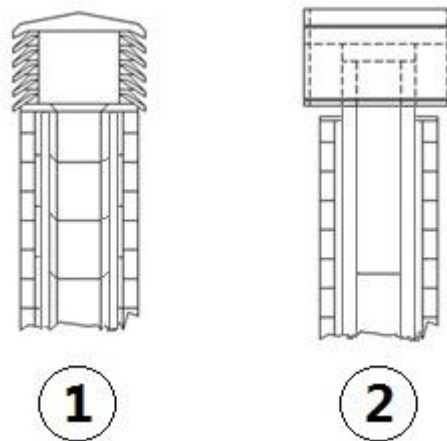

Fig. 5 - Cheminée anti vent
- Il est conseillé de choisir une cheminée de type anti vent, voir **Fig. 5 à page 42**.
- Conduit de fumées extérieur réalisé exclusivement avec des tuyaux en inox isolés, c'est-à-dire avec une double paroi d'un diamètre minimum de Ø120 mm: l'ensemble doit bien être fixé au mur. Avec cheminée anti-vent (voir Fig. 5 à page 42).